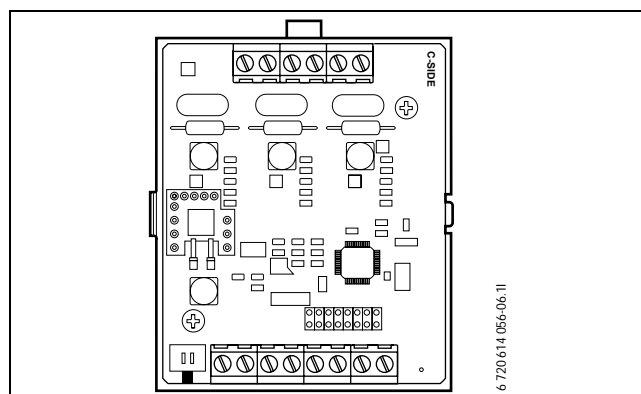

Bild 7 Effektvaktskort (tillval)
12. Koppla in normkapsling, eventuell jordfelsbrytare och effektvakt (→ bild 7) enligt elschema (→ kapitel 6.7 Anslutningsschema Värmepump- Kombimodul).